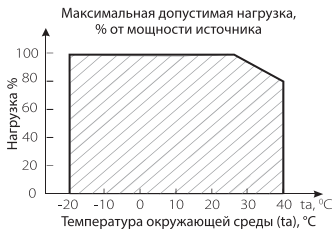

Рис. 5
- 4.3. Не нагружайте источник питания более 80% от его максимальной мощности. Учитывайте, что с повышением температуры окружающей среды, максимальная мощность источника питания снижается, см. график зависимости на Рис.5